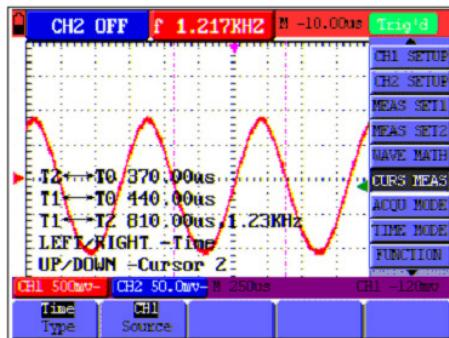

Figura 25.- Uso del cursor para una medida de tiempo.
6. Pulse la tecla **OSC OPTION** repetidamente hasta que el mensaje **▲/▼ CURSOR 2** aparezca en pantalla. Pulse entonces **OSC ▲ /OSC ▼** y verá que la línea interrumpida **T2** se desplaza a la derecha y a la izquierda, mientras el valor del tiempo medido de **T1** en relación a la posición del punto central de la pantalla se visualiza en pantalla. También se pueden ver los valores de tiempo absolutos y las frecuencias de **T1** y **T2**. (Ver Figura 25).